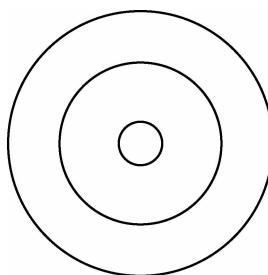

图 3-41 绘制圆(二)
(3) 绘制半径为 161 mm 的圆, 如图 3-41 所示。